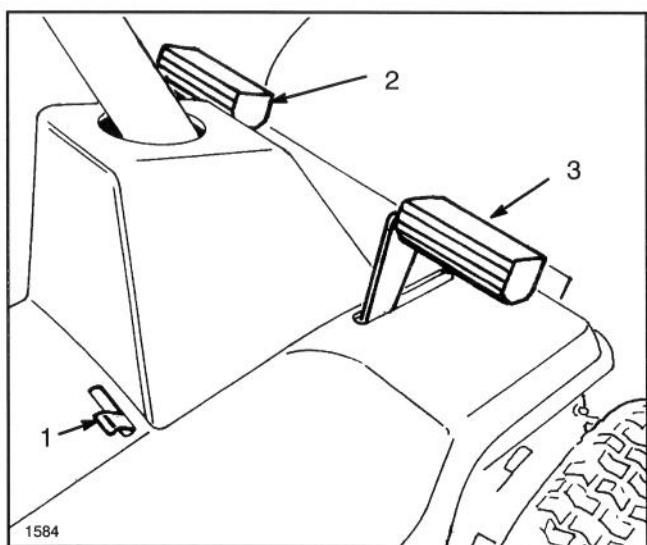

Figure 6
**Pédale d'embrayage** (Fig. 6)—S'utilise avec le changement de vitesse. Enfoncer à fond la pédale d'embrayage pour changer de vitesse. Enfoncer la pédale d'embrayage chaque fois qu'on freine.
**Pédale de frein** (Fig. 6)—S'utilise pour ralentir ou arrêter le tracteur. L'actionnement de la pédale commande le serrage d'un étrier sur le disque de frein, sur le côté de la transmission. Toujours enfoncez la pédale d'embrayage lorsqu'on freine.
**Frein de stationnement** (Fig. 6)—S'utilise avec la pédale de frein. Lorsqu'on enfonce la pédale et qu'on engage le frein de stationnement, la pédale de frein est maintenue en position enfoncée et un étrier est serré sur le disque de frein, sur le côté de la transmission.
1. Serrer le frein de stationnement (Fig. 6): voir "Utilisation du frein de stationnement", page 19.
2. Pousser le levier de frein de stationnement vers la gauche et relâcher la pédale de frein jusqu'à ce qu'elle soit bloquée par le levier de frein de stationnement (Fig. 6).
3. Pour desserrer le frein de stationnement, enfoncer la pédale de frein (Fig. 6), ce qui ramène le levier de frein de stationnement en position dégagée, puis relâcher la pédale de frein.